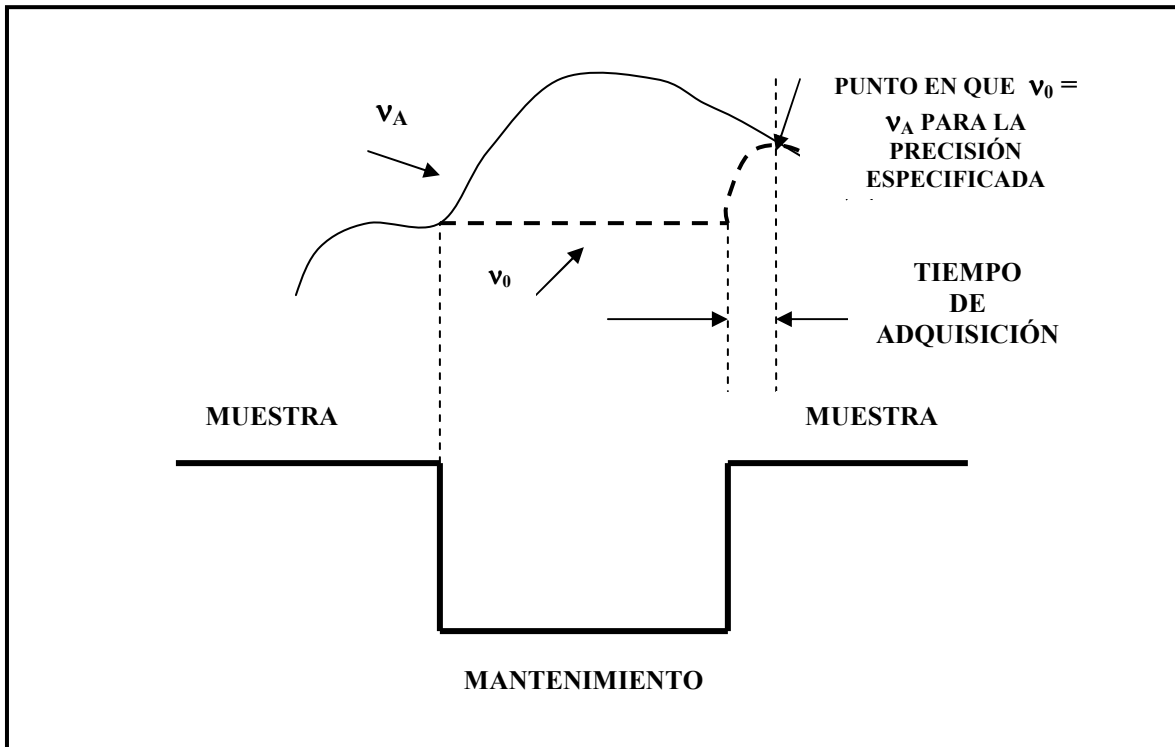

FIGURA 1.7.4 Tiempo de adquisición.
- **Tiempo de adquisición:** Es el tiempo entre la toma de muestra y la retención (figura 1.7.4), es decir, antes del tiempo de apertura, de tal forma que la tensión de salida sea aproximadamente la tensión de entrada.